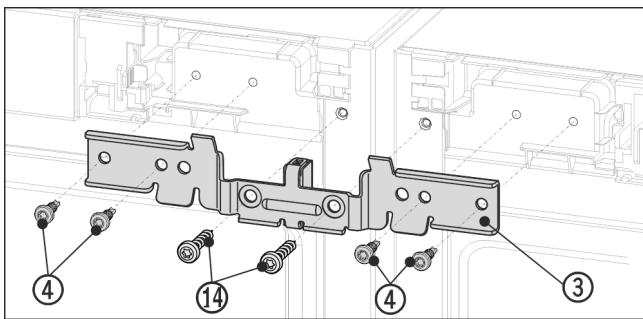

Fig. 12 Примерно изображение
- ▶ Вкарайте Ѹгъла Fig. 12 (3) с дистанционера между уредите и върху шийките. Завинтете хлабаво Ѹгъла с четири винта Fig. 12 (4) и предварително развинтите заземителните винтове Fig. 12 (14) последователно отдясно и отляво.